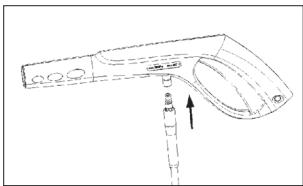

Рис. 7
• Подсоедините тонкий конец шланга высокого давления к пистолету-распылителю и закрутите гайку, как показано, чтобы зафиксировать соединение. Рис. 7